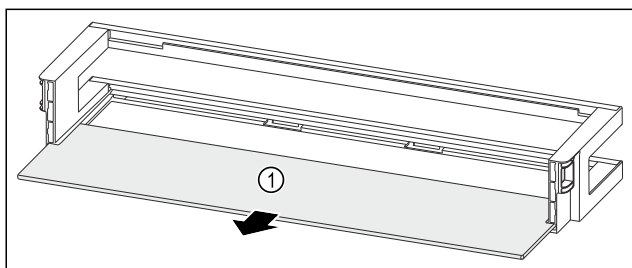

Fig. 227 Dvevní přihrádka s odkládací plochou
- Odkládací plochu Fig. 227 (1) odeberte.